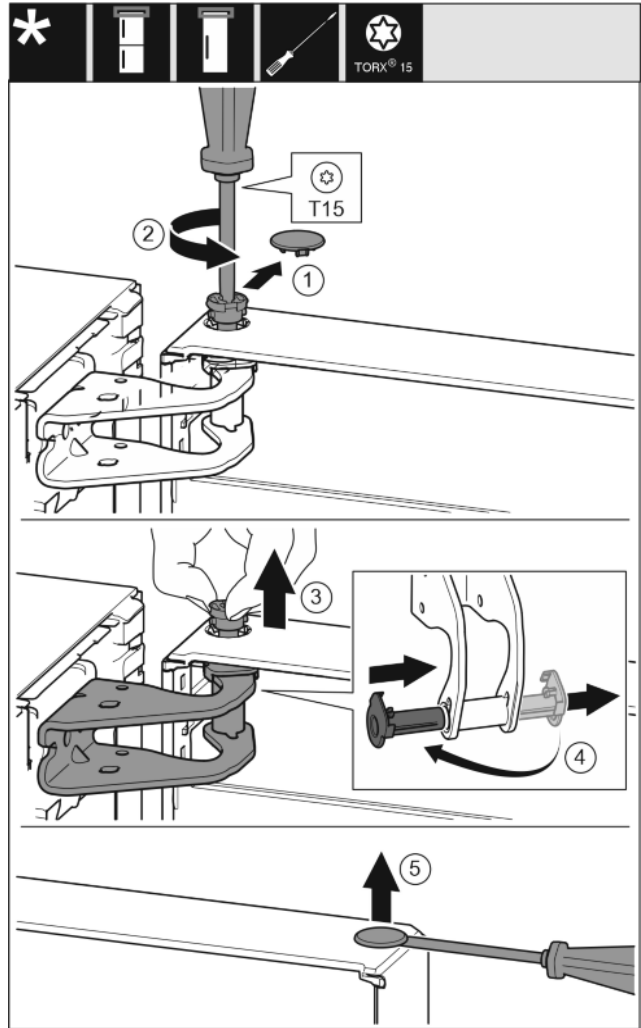

Fig. 9
- ▶ Oprezno skinite sigurnosni pokrov. Fig. 9 (1)
- ▶ Odvijačem T15 malo odvijte svornjak. Fig. 9 (2)
- ▶ Čvrsto držite vrata i prstima izvucite svornjak. Fig. 9 (3)
- ▶ Izvucite čahuru ležaja iz vodilice. Umetnite s druge strane i pustite da uskoči. Fig. 9 (4)
- ▶ Ravnim odvijačem oprezno podignite čep iz čahure ležaja vrata i izvucite ga. Fig. 9 (5)